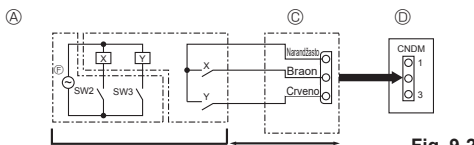

Fig. 9-2
9.2. Funkcija Demand (smanjenje potrošnje) (izmena na mestu ugradnje) (Fig. 9-2)